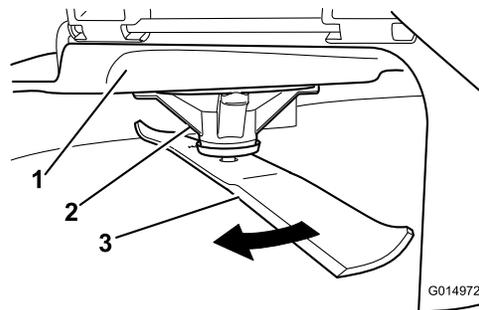

Рисунок 59
2. Используя толстые перчатки или другие подходящие средства защиты рук, медленно поверните нож в положение, позволяющее измерить расстояние от режущей кромки до уровня горизонтальной поверхности, на которой стоит машина (Рисунок 59).